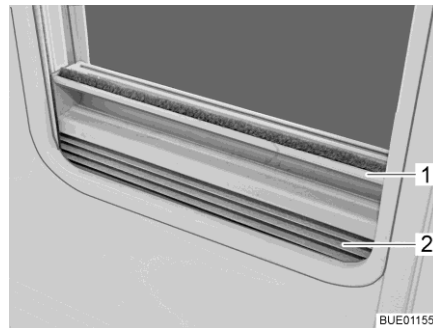

Fig. 42 Dispositif occultant plissé
- Fermer : ■ Saisir le dispositif occultant plissé (Fig. 42,2) par le centre de la barre-poignée (Fig. 42,1), le tirer du bas vers le haut et le relâcher à la hauteur voulue. Le dispositif occultant plissé reste alors à cette hauteur.